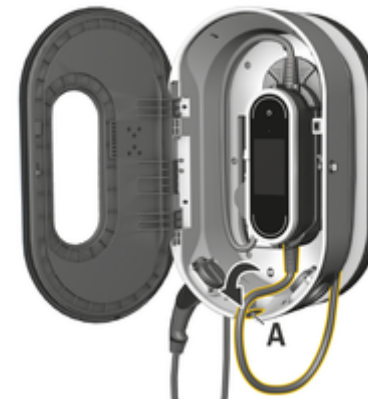

Fig. 503: Atașarea unității de control
3. Direcționați cablul pentru vehicul prin deschiderea **A** (Fig. 503) și înfășurați cablul în exces în jurul docului de încărcare.